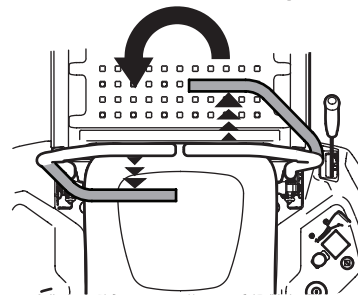

Figura 34
- Para girar en sentido contrario a las agujas del reloj, mueva la palanca de control de la transmisión derecha hacia adelante mientras mueve simultáneamente la palanca de control de la transmisión izquierda hacia atrás. Consulte la Figura 34.